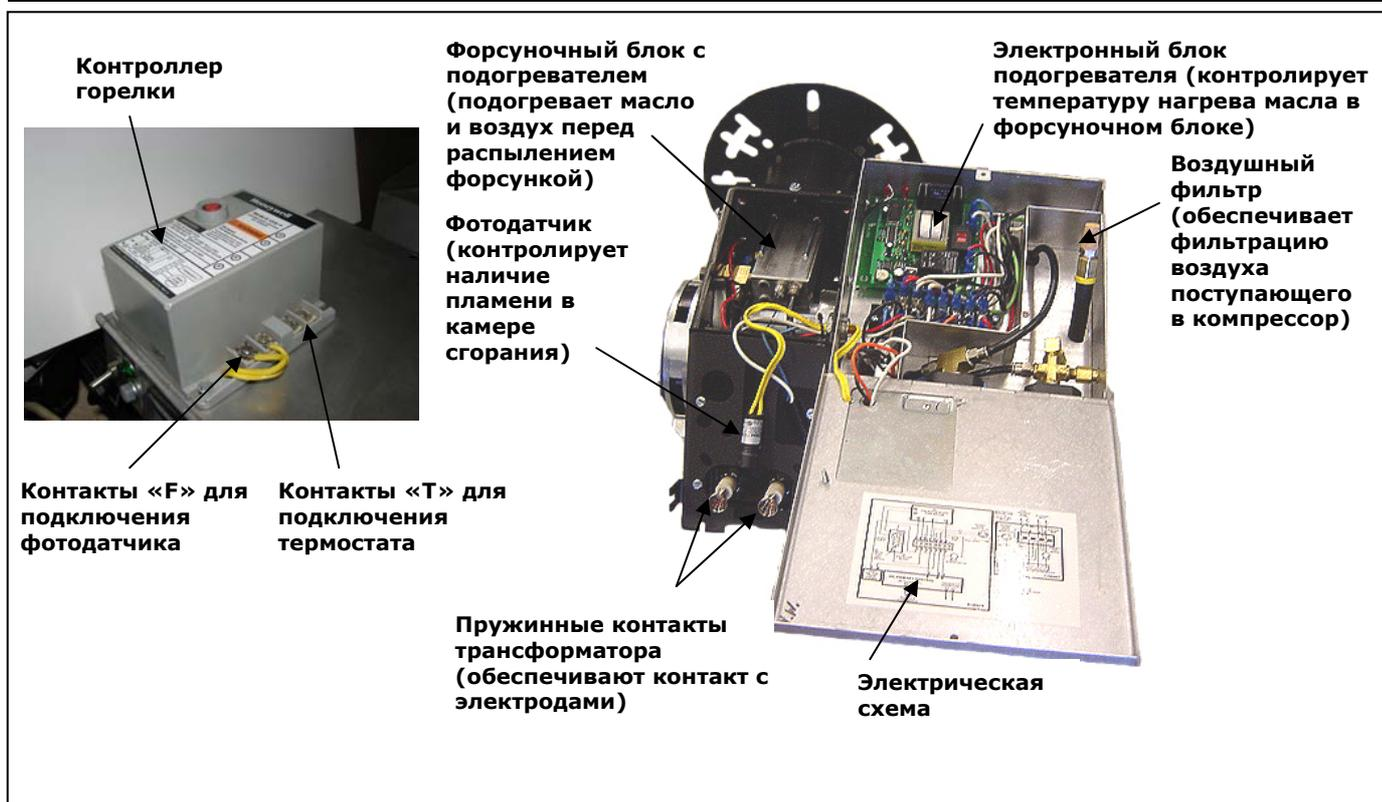
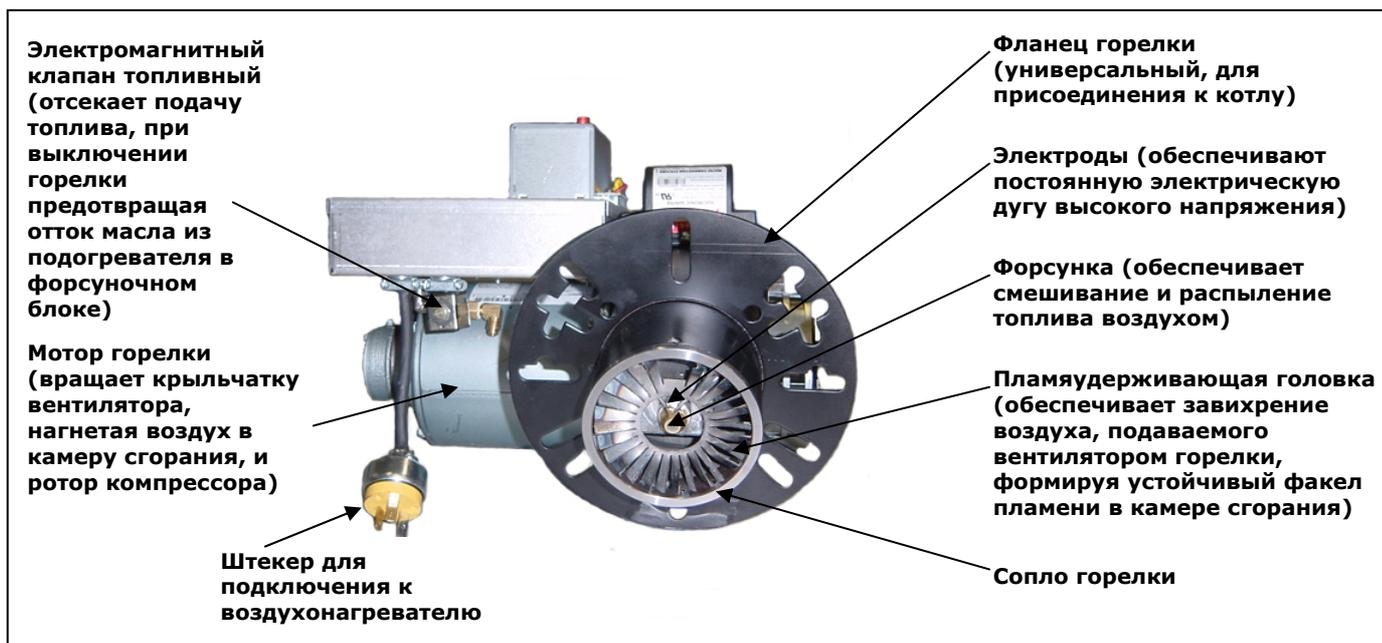
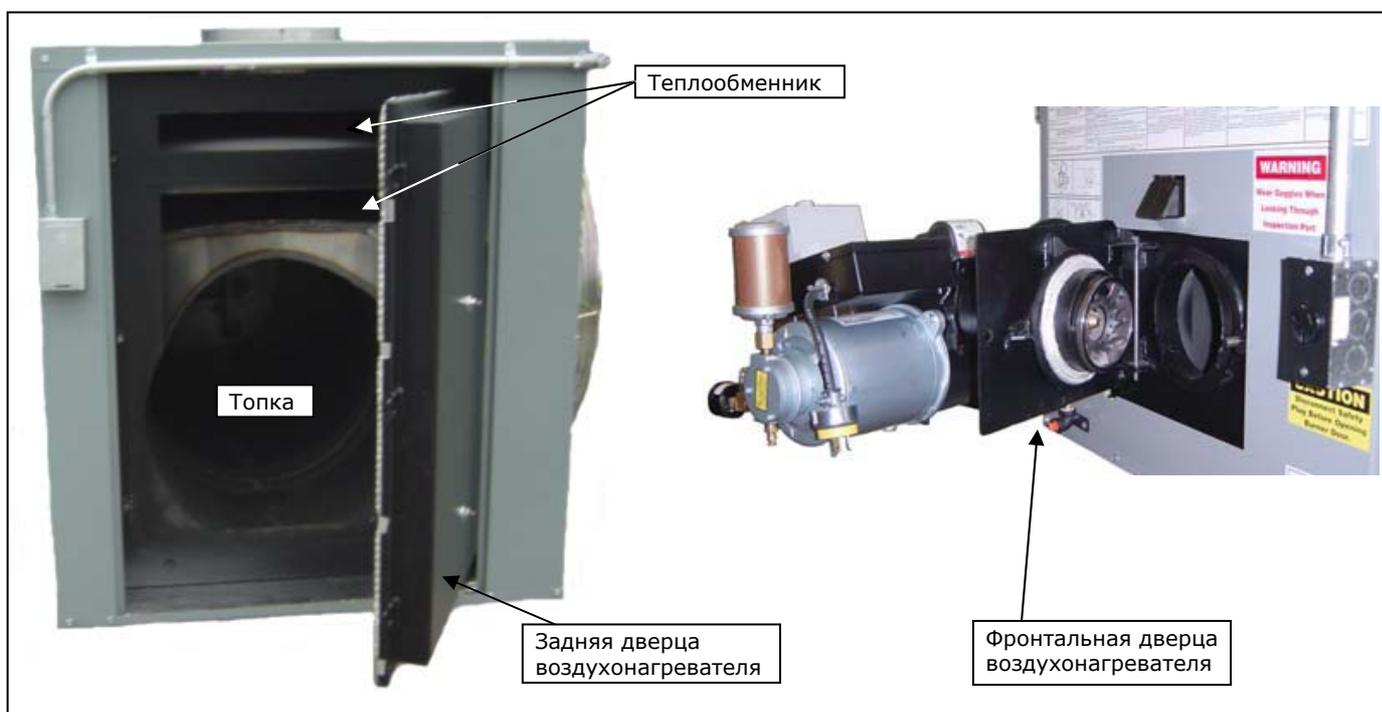
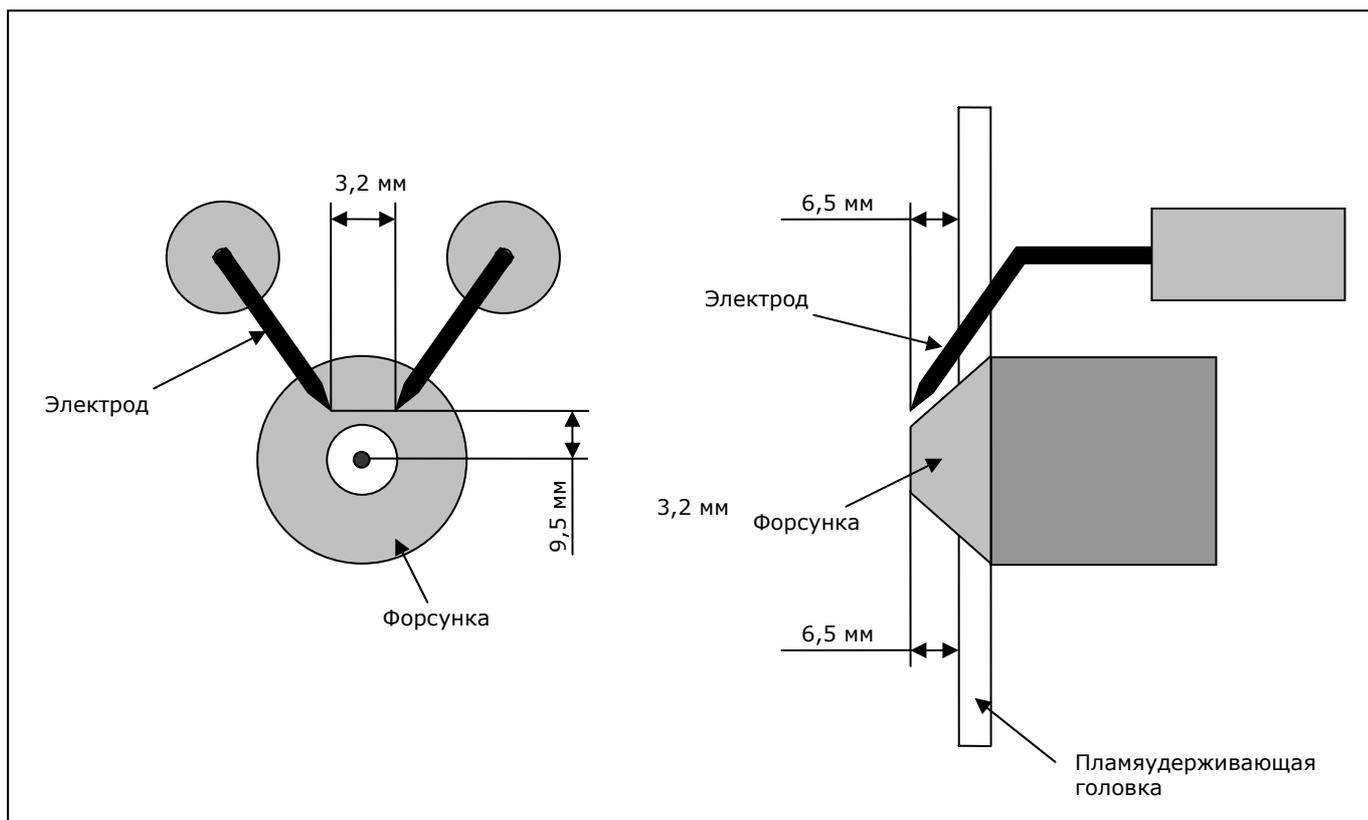

Рис. 5 Горелка с открытой крышкой и трансформатором
Рис. 6 Горелка вид из топки
Рис. 10 Воздухонагреватель со снятыми панелями и открытыми задней дверцей и фронтальной дверцей
Рис.12 Заводские настройки зазоров между форсункой, пламяудерживающей головкой и электродами
3. Подсоедините низковольтный термостат к «Т» - зажимам на главном контроллере горелки (коробка с красной кнопкой перезапуска). (Рис.5).
Отработанное масло, попадая в подогреватель форсуночного блока (рис.5), нагревается до установленной рабочей температуры, и по каналу в форсуночном блоке подходит к форсунке, тем временем сжатый воздух из воздушного компрессора (рис.4) также поступает в подогреватель в форсуночном блоке, и подойдя к форсунке, смешивается с маслом, разбивая капельки топлива в мелкодисперсный туман или распыленную жидкость.
Оптимальное распыление масла достигается путем точного подогрева масла и воздуха, которое управляется электронным блоком подогревателя. Электроды, установленные непосредственно над форсункой (рис.6), обеспечивают постоянную электрическую дугу между электродами, воспламеняя мелкодисперсный масляный туман на выходе из форсунки. После возгорания пламя закручивается в вихрь при помощи вторичного воздуха подаваемого вентилятором горелки через пламяудерживающую головку (рис.6), и образуется особый конус пламени, обеспечивая очень эффективное и полное сгорание отработанного масла.
2. Убедитесь что термостат, подключенный к контактам «Т» контроллера горелки (рис.5), находится в выключенном состоянии (установлен на отметку температуры меньше комнатной).
Открыть фронтальную дверцу воздухонагревателя, очистить от пепла пламяудерживающую головку и концы электродов (рис.6)
Снять панель обшивки воздухонагревателя в задней части, открыть заднюю и фронтальную дверцу, очистить от пепла и сажи поверхности топки и теплообменников промышленным пылесосом (рис.10)
Очистить трубу дымохода, для этого необходимо обстучать руками нижний сегмент дымохода, собрать осыпавшийся пепел из верхнего теплообменника (рис.10) промышленным пылесосом.
Проверить установку и зазоры электродов. В связи с эрозией настройки электродов могут отклоняться от номинальных значений установленных на заводе. При необходимости восстановите заводские настройки (рис.12), отсоединив питающий штекер горелки от разъема на корпусе воздухонагревателя (рис.6) и открыв фронтальную дверцу (рис.10) для доступа к форсуночному блоку (рис.5)
Заменить форсунку. Эффективность ее работы снижается из-за эрозии. Доступ к форсунке можно получить, открыв фронтальную дверцу (Рис.10) После замены форсунки проконтролируйте заводские значения зазоров.
ВНИМАНИЕ: Если форсунку расположить позади пламяудерживающей головки (Рис.12) будет происходить коксование головки (неправильный распыл) и ухудшение качества сгорания отработанного масла. Убедитесь, что форсунка расположена строго по центру сопла горелки. В противном случае отрегулируйте при помощи винта в нижней части форсуночного блока, ослабив фиксирующую гайку форсуночного блока